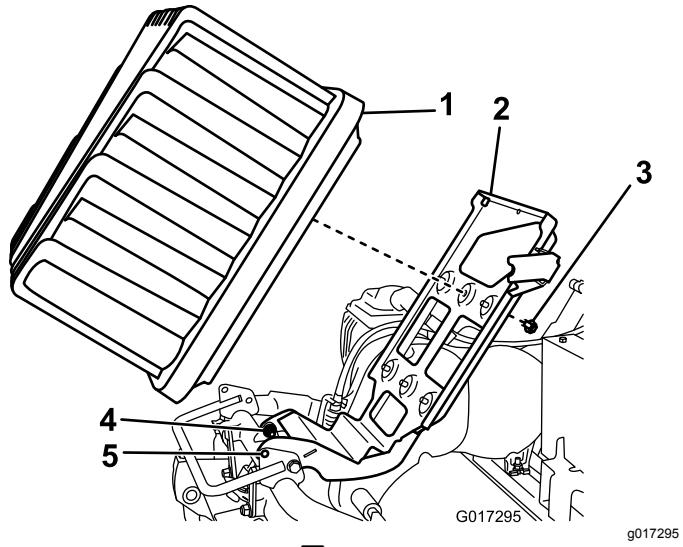

図 12
5. ピボットボルトとナット2組それぞれを半回転ずつゆるめる図 12。
6. バッテリープラットフォームを上昇させて、ベースとフレームのロック穴をそろえる図 12。